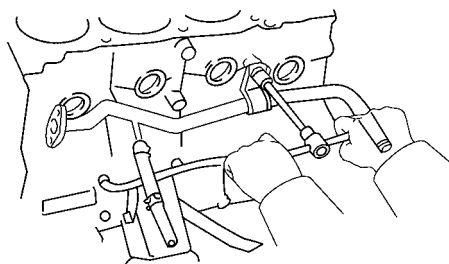
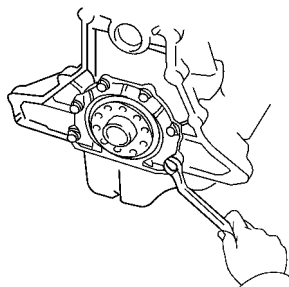

图 1-97 拆下冷却液旁通阀
图 1-98 拆下后侧机油油封座圈
- (11) 旋下螺栓，拆下冷却液旁通阀，如图 1-97 所示。
- (12) 拆下交流发电机托架。
- (13) 旋下 6 个螺栓拆下后侧机油油封座圈，如图 1-98 所示。